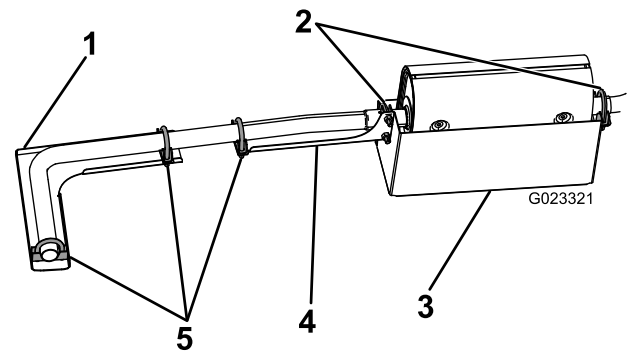

Figure 2
1. À l'aide du collier de silencieux existant, fixez l'avant de la protection du silencieux au silencieux (Figure 2).
2. À l'aide du collier de silencieux existant, fixez l'arrière de la protection du silencieux et l'avant de la protection du tuyau arrière au silencieux (Figure 2).
4. Fixez un collier de silencieux au bout de la protection en L et glissez le collier sur l'extrémité du tuyau arrière (Figure 2).